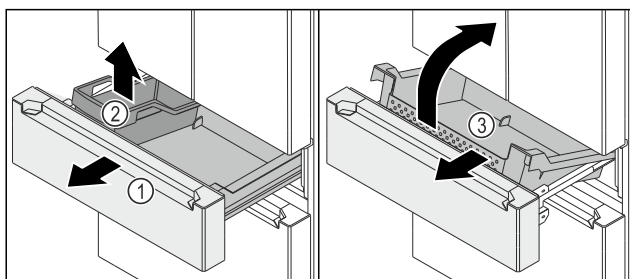

Fig. 146
- Uittrekwagen Fig. 146 (1) tot aan aanslag er uit trekken.
- FlexBox Fig. 146 (2) verwijderen.
- Bak Fig. 146 (3) aan de voorkant iets optillen.
- Bak Fig. 146 (3) schuin naar voren wegnemen.